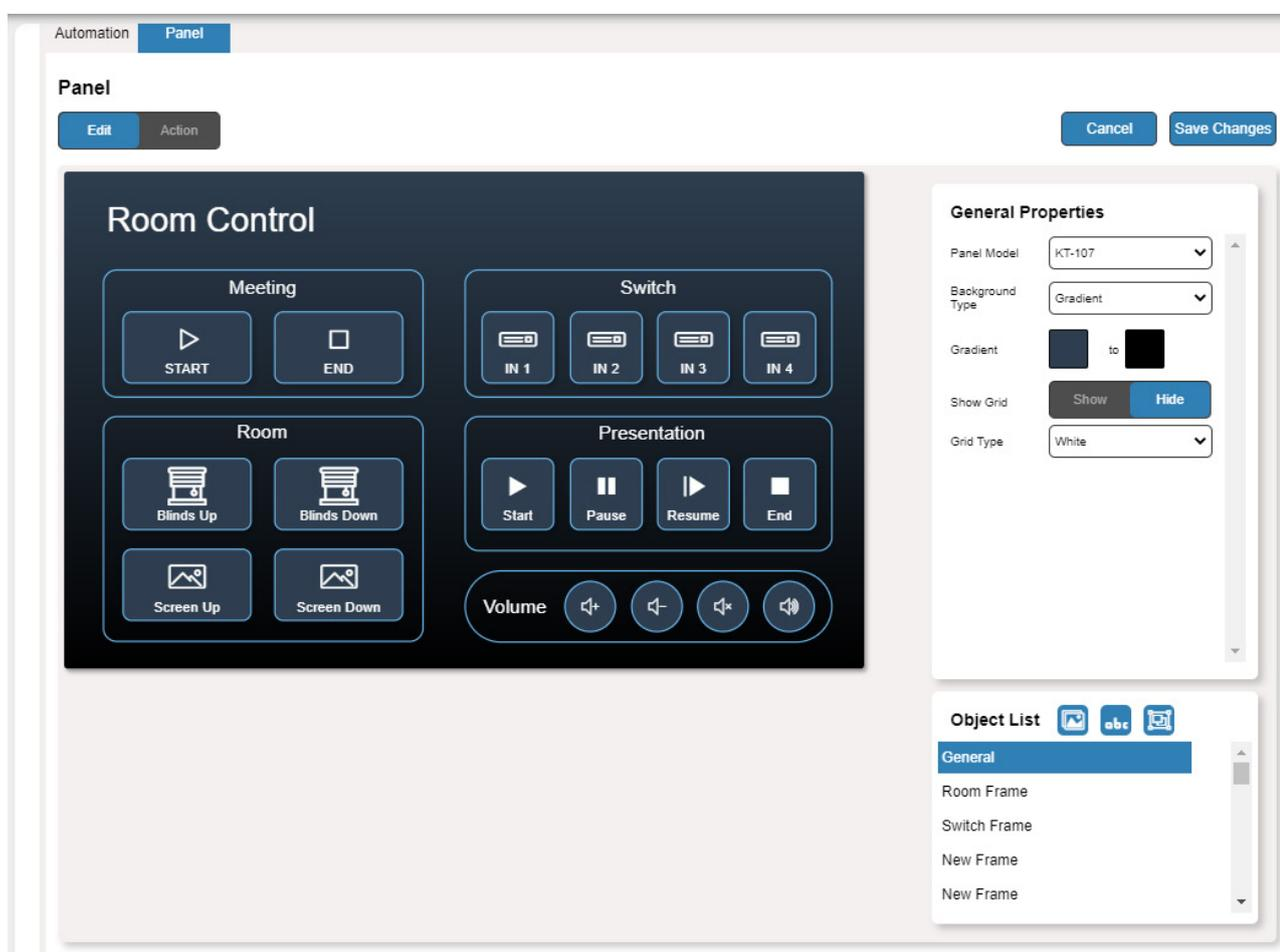

Рис. 44. Страница Automation (Автоматизация) — Окно редактирования панели
3. Кликните Edit (Редактировать). Появляется окно редактирования (см. рисунок 44).